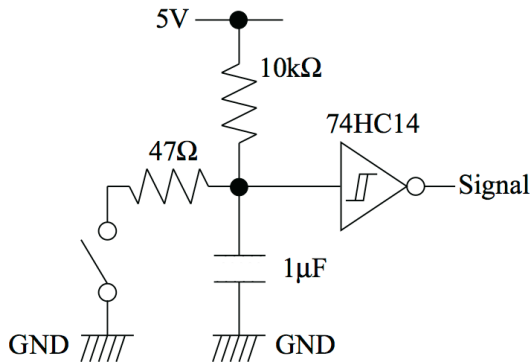
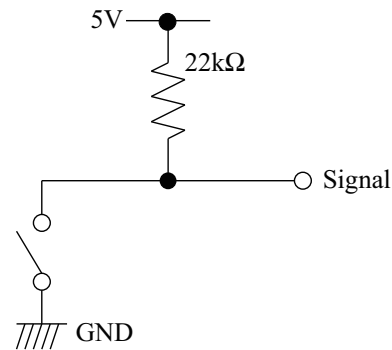

Fig. 5: チャタリング防止回路
Fig. 6: 単純なスイッチ回路
本 Tutorial で製作してもらおうチャタリング防止回路を Fig. 5 に示す。この回路はコンデンサで波形をなめらかにし、シュミットトリガで波形をきれいな方形波に成形している。ちなみに、最も単純なスイッチ回路は Fig. 6 である。
課題 1, 2 で作成した Fig.5 と Fig.6 の回路の動作確認をせよ。Tutorial1A 担当者にマイコン上で動作確認できるプログラムを作成してもらいたい。特に以下の点に注意すること。
- Fig.6 の Signal 端子はスイッチ導通時に 0V, 非導通時に 5V になるか。